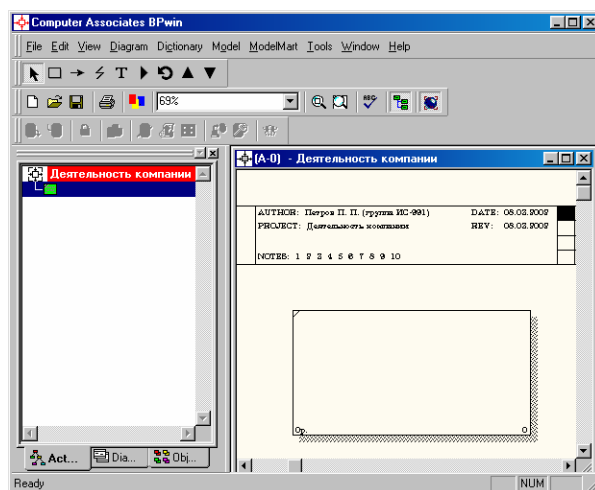

Рис. 10. Незаполненная контекстная диаграмма
5. Автоматически создается незаполненная контекстная диаграмма (рис. 10).